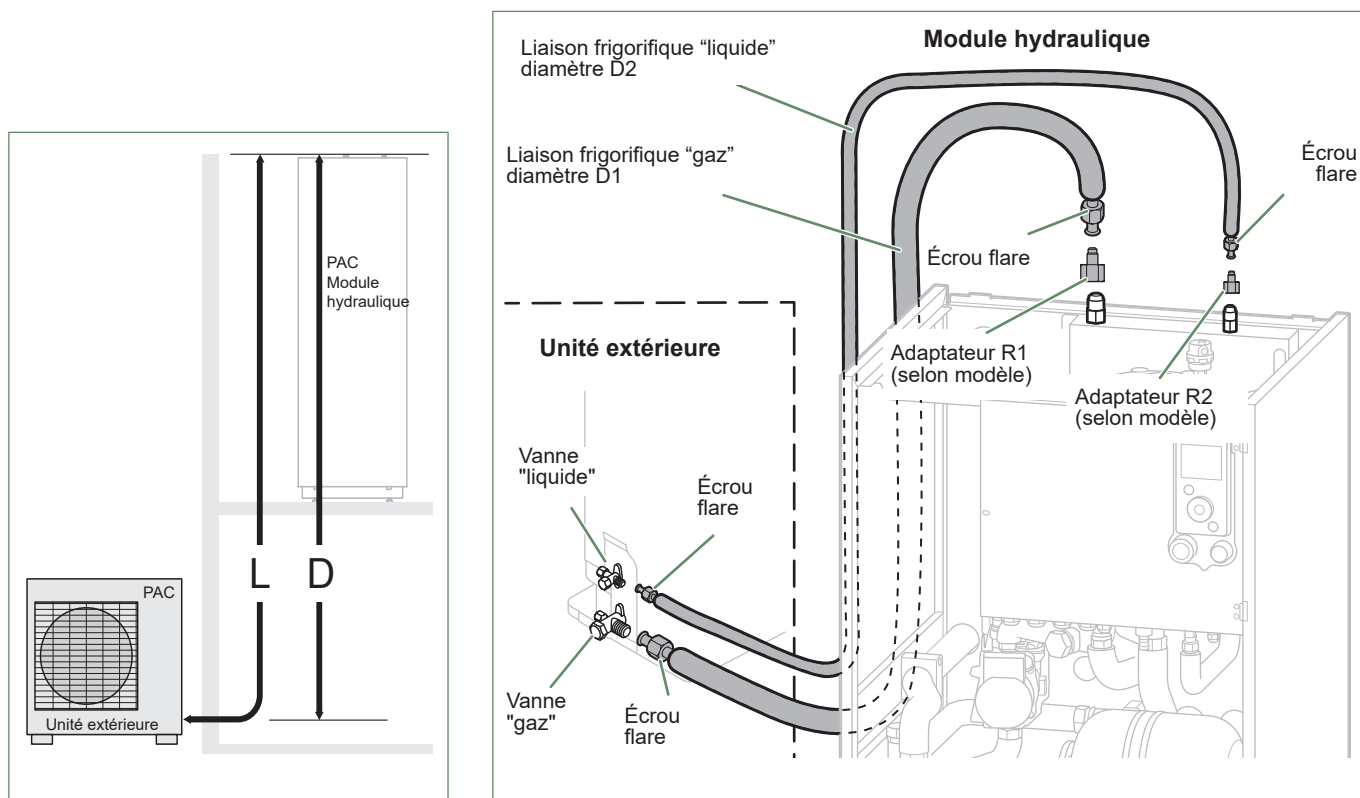

fig. 28 - Raccordement des liaisons frigorifiques (diamètres et longueurs permises)
- Suivant le cas, raccorder un adaptateur (réduction) 1/4" - 3/8" ou 1/2" - 5/8" (voir fig. 28).